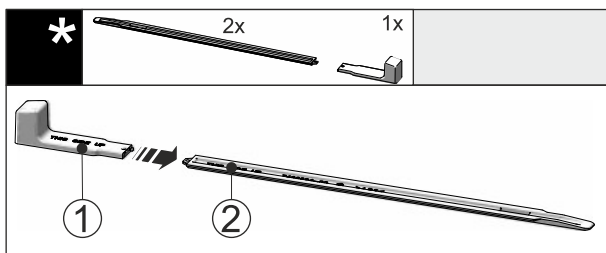

Fig. 46
► Montážní úchyt Fig. 46 (1) připevněte k nivelační liště Fig. 46 (2).